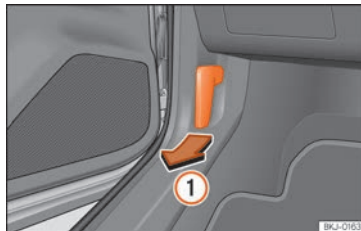

Abb. 179 Entriegelungshebel im Fahrerfußraum.
- Öffnen Sie die Tür und ziehen Sie an dem Hebel unterhalb der Instrumententafel >>> **(Abb. 179) ①**.